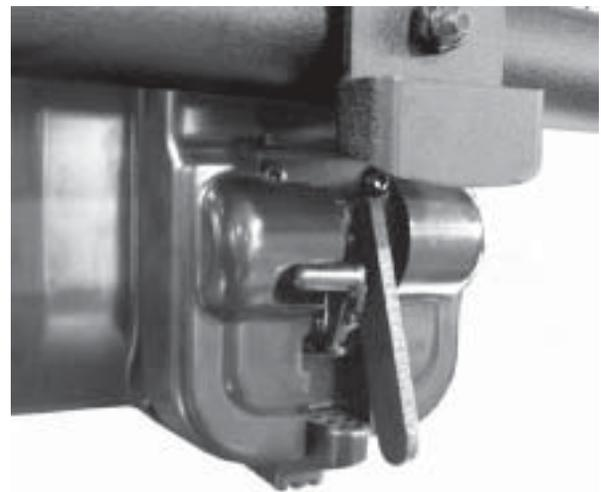
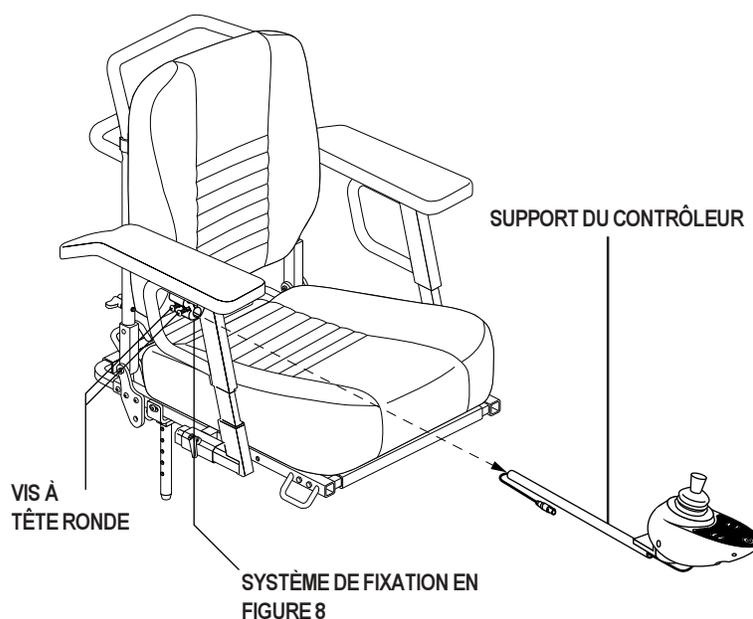

Figure 8. Position embrayée (moteurs embrayés)
Figure 14. Position du contrôleur
2. Poussez le levier vers le bas pour embrayer le fauteuil (moteurs embrayés.) Voir la figure 8.
4. Desserrez la vis à tête ronde de la fixation en forme de figure 8 située sur l'accoudoir. Voir la figure 14.
8. Resserrez les vis à tête ronde pour fixer le levier d'inclinaison dans la fixation en forme de figure 8.
10. Resserrez les vis à tête ronde pour fixer le contrôleur dans la fixation en forme de figure 8.